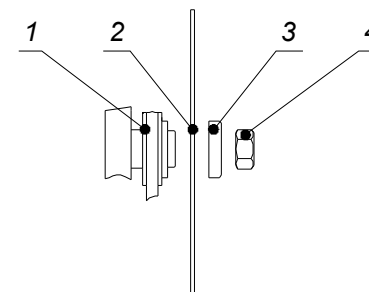

Рис. 3. Продольная и поперечная распиловка пиломатериалов
- на шкив 1 установите пилу 2, закрепите ее шайбой 3 и гайкой 4 (рис. 3);